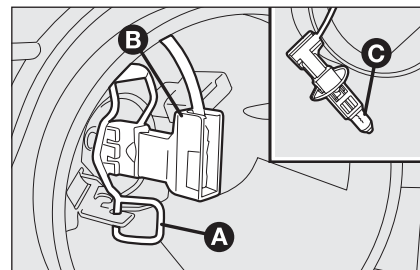

fig. 20
- ☐ sganciare la molletta fermalampada **A**-fig. 20;